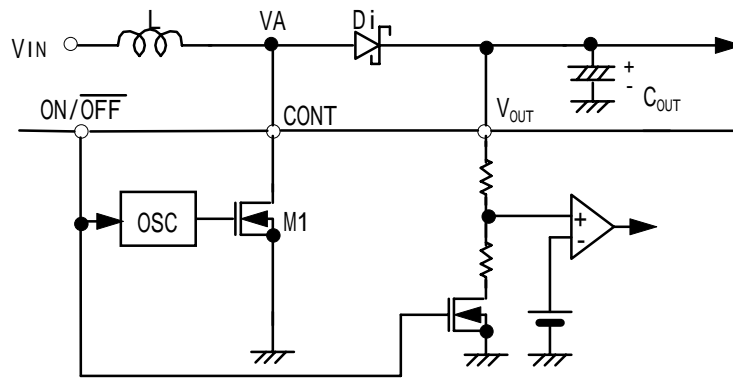

図5
以下に昇圧型スイッチングレギュレータの基本式{ (1) ~ (7) }を示します (図5参照)。